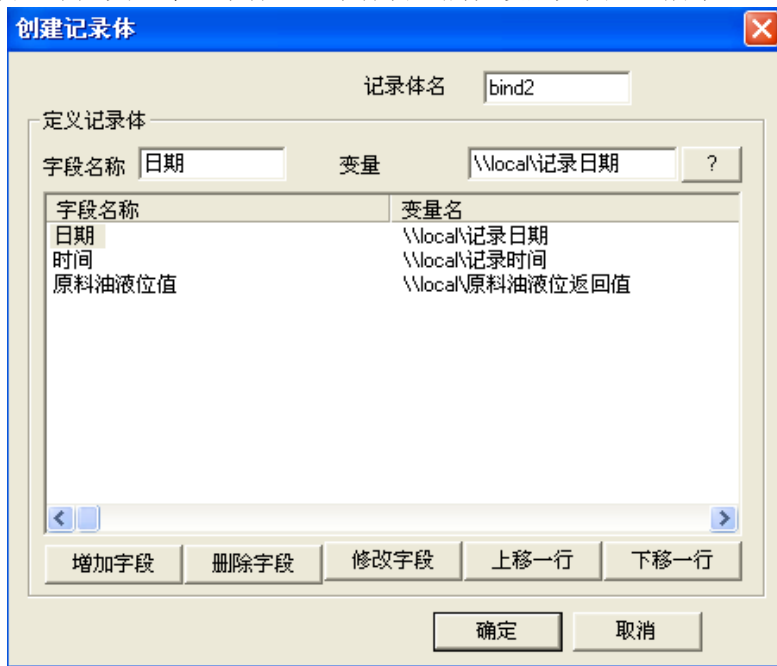

图 9-7 记录体属性设置对话框
5、在工程浏览窗口中定义一个记录体，记录体窗口属性设置如图 9-7 所示。